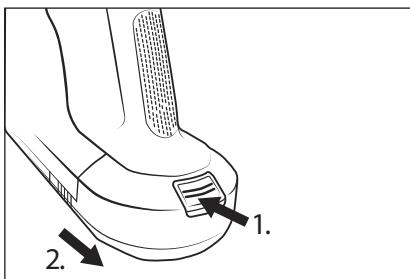

Fig. 13
- Para desmontar la batería ② del aparato, mantenga pulsado el botón de desencastré de la batería ① y tire de la batería ② para extraerla del aparato (consulte la fig. 13).